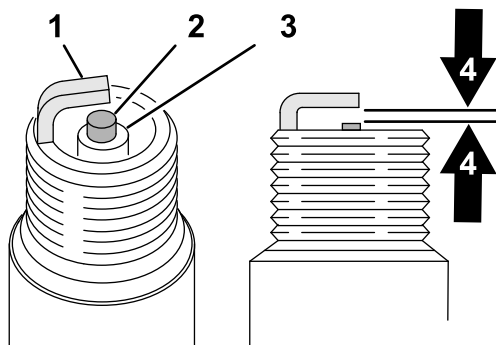

Рисунок 36
5. Осмотрите середину каждой свечи зажигания (Рисунок 36). Если на изоляторе замечен светло-коричневый или серый налет, то двигатель работает должным образом. Черный налет на изоляторе обычно означает, что загрязнен воздухоочиститель.
6. Измерьте зазор между центральным и боковым электродами (Рисунок 36). Зазор должен быть равен 0,76 мм.